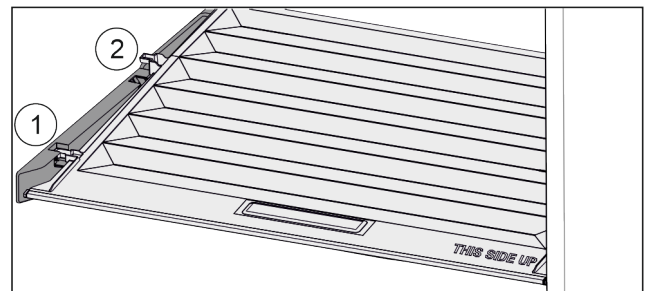

Fig. 60
- ▶ Издърпайте напред Fig. 60 (1) капака до отвора в задържащите части.
- ▶ Повдигнете го отзад отдолу и отстранете Fig. 60 (2) нагоре.